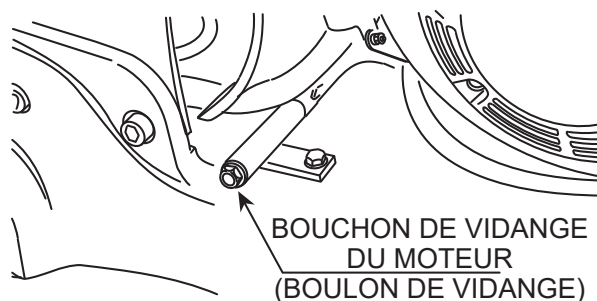

Figure 26. Vidange de l'huile moteur
1. Enlevez le boulon de vidange d'huile (Figure 26) et la rondelle d'étanchéité et laissez l'huile s'écouler dans un contenant.